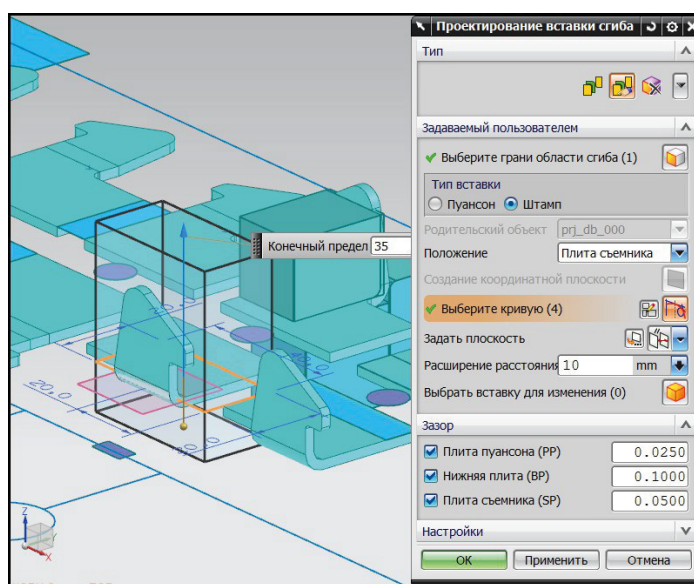

Рис. 9.11. Проект пользовательской матрицы
19. Завершите процедуру создания эскиза, щелкнув мышкой по клавише **Закончить эскиз**. В рабочем окне должно быть отображено тело проектируемой матрицы (рис. 9.11).